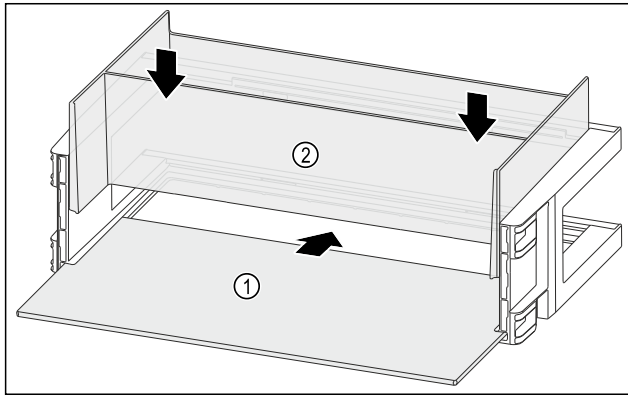

Fig. 125
- Abstellfläche Fig. 125 (1) in die seitlichen Einsparungen einschieben.
- Organizer Fig. 125 (2) einsetzen.